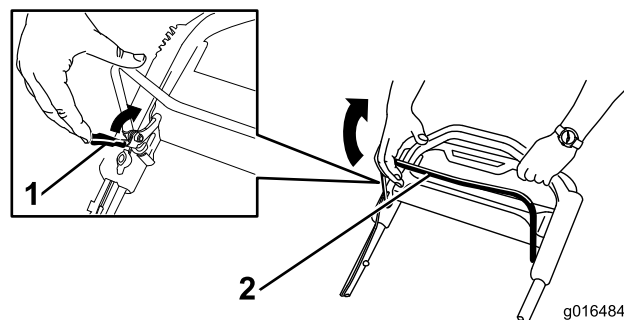

Bild 22
2. Ziehen Sie den Schaltbügel **langsam** zum Holm (Bild 22).
1. Ziehen Sie die Schaltbügelsperre zum Schaltbügel (Bild 22).